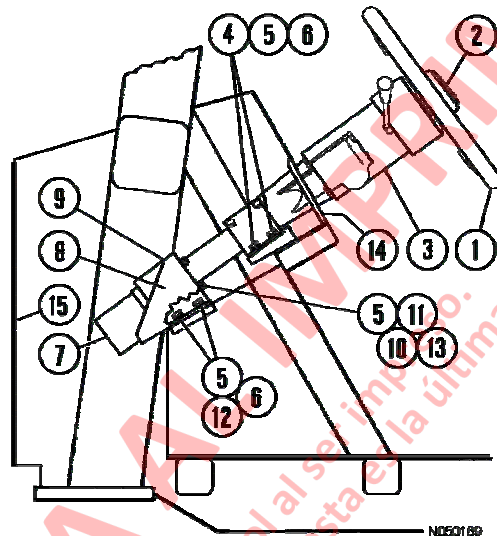

FIGURA 5-2 MONTAJE DE LA COLUMNA DE LA DIRECCION
3. Saque la cubierta de acceso (15, Figura 5-2) desde la parte delantera de la cabina.
1. Inserte el perno (10, Figura 5-2) con las golillas de seguridad (11) y las golillas planas (5) a través de los soportes (8) y (9), luego a través de la pestaña de la columna de la dirección. Agregue una segunda golilla plana (5) y tuerca (13) a cada perno que sostiene juntas las partes. Apriete muy bien las tuercas.
2. Deslice todo el conjunto hacia la parte inferior de los bloques ahusados hasta que los soportes (8) y (9) hagan contacto con la superficie de montaje en la cabina. Instale los pernos (4) y (12) con las golillas planas (5) y las golillas de seguridad (6). Sólo apriete los pernos (4).
3. Inspeccione los soportes (8) y (9) para ver si hacen contacto de manera uniforme con la superficie de montaje y que estén planos y en línea con la superficie. Si es así, apriete los pernos (12). Si los soportes no están en paralelo, instale golillas planas según sea necesario entre los soportes y la superficie de montaje para eliminar cualquier espacio. Apriete los pernos (12) con torque estándar.
4. Después de apretar los pernos (4) y (12) con torque estándar, saque las tuercas (13) y las golillas planas (5) que estaban sosteniendo la columna de la dirección a los dos soportes. No saque los pernos (10) de los soportes.